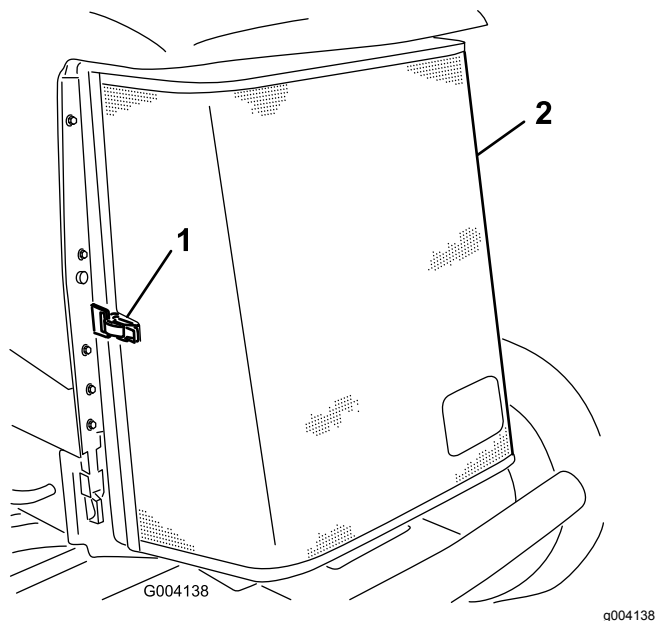

Figura 68
3. Desenganche y abra la rejilla trasera (Figura 68).